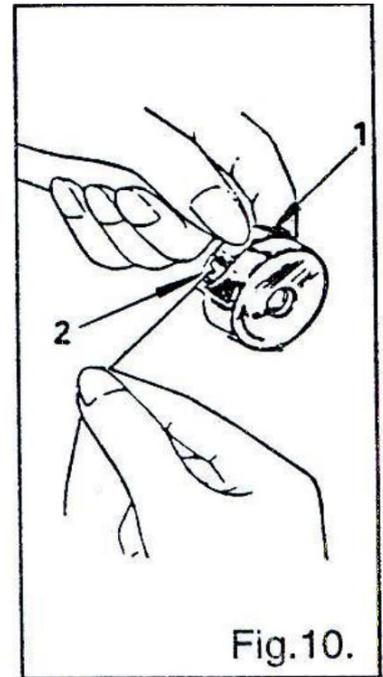
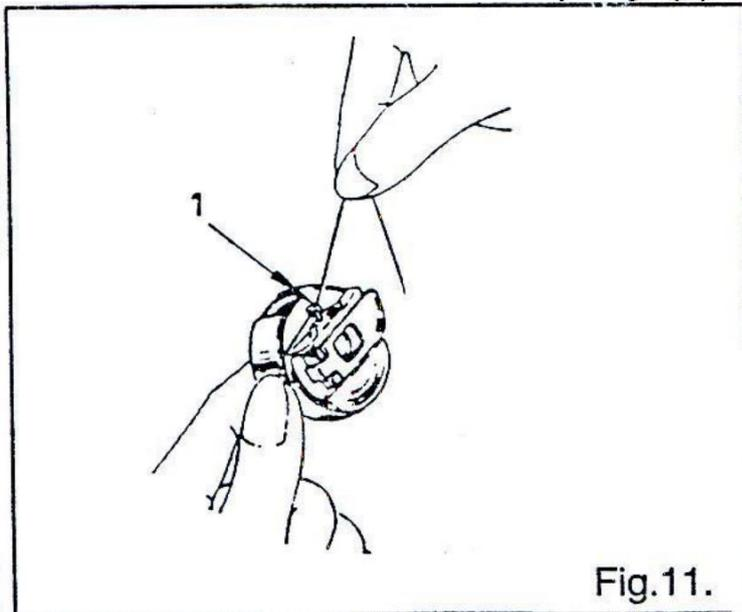

Fig.10.
Fig.11.
2. Протяните нить через прорезь (2) на конце натяжной пружины (1) (Рис. 10) и вытяните ее сквозь выходное отверстие (1) шпульного колпачка примерно на 10 мм (Рис. 11).